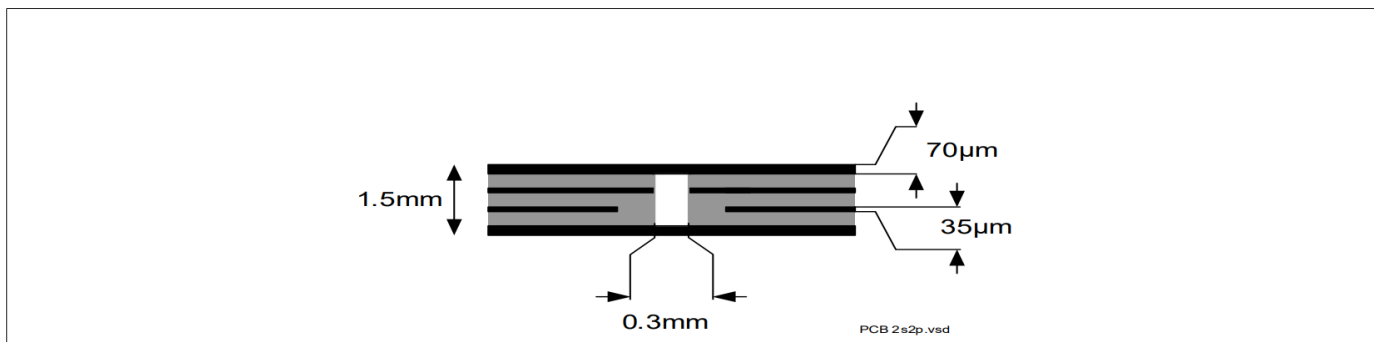

图 4 2s2p PCB 截面
2) 指定的  $R_{thJA}$  值是根据 JEDEC JEDEC JESD51-2,-5,-7 在 FR4 2s2p 板上的自然对流, 在  $T_A = 105^\circ\text{C}$  的两个通道均等耗散 1 W 功耗的情况下; 产品 (芯片+封装) 在 76.4 x 114.3 x 1.5 mm 板, 具有 2 个内部铜层 (2 x 70  $\mu\text{m}$  Cu、2 x 35  $\mu\text{m}$  Cu) 的情况下仿真。在适用的情况下, 裸露的散热焊盘下方的导热过孔阵列接触第一内部铜层。请参考 图 4。